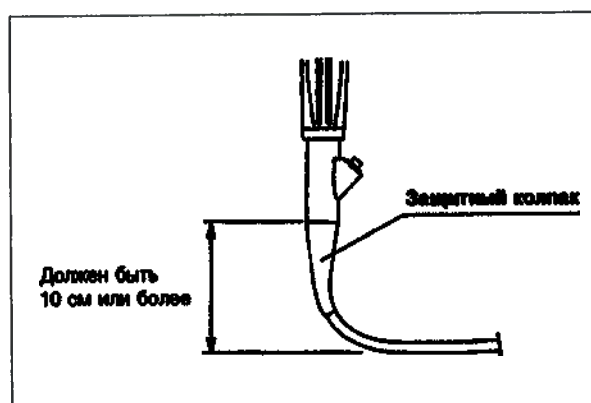

Рис. 4.2
- Не допускайте, чтобы радиус кривизны изгиба вводимой трубки вблизи защитного колпачка не превышал 10 см. Это может привести к повреждению вводимой трубки (см. рис. 4.2).